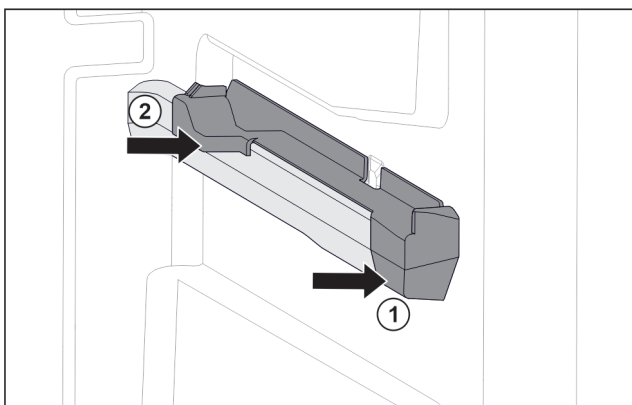

Fig. 40 Nasazovací díl na pravém žebrování na nádoby
- ▶ Nasadte nasazovací díl na žebrování na nádoby. Fig. 40 (1)
- ▶ Přitlačte nasazovací díl k zadní části. Fig. 40 (2)